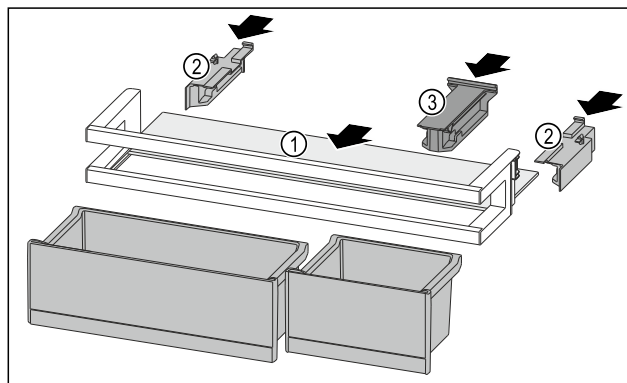

Fig. 278
- Вкарайте рафта Fig. 278 (1) в страничните прорези.
- Поставете страничните части Fig. 278 (2).
- Поставете задържащата част Fig. 278 (3).